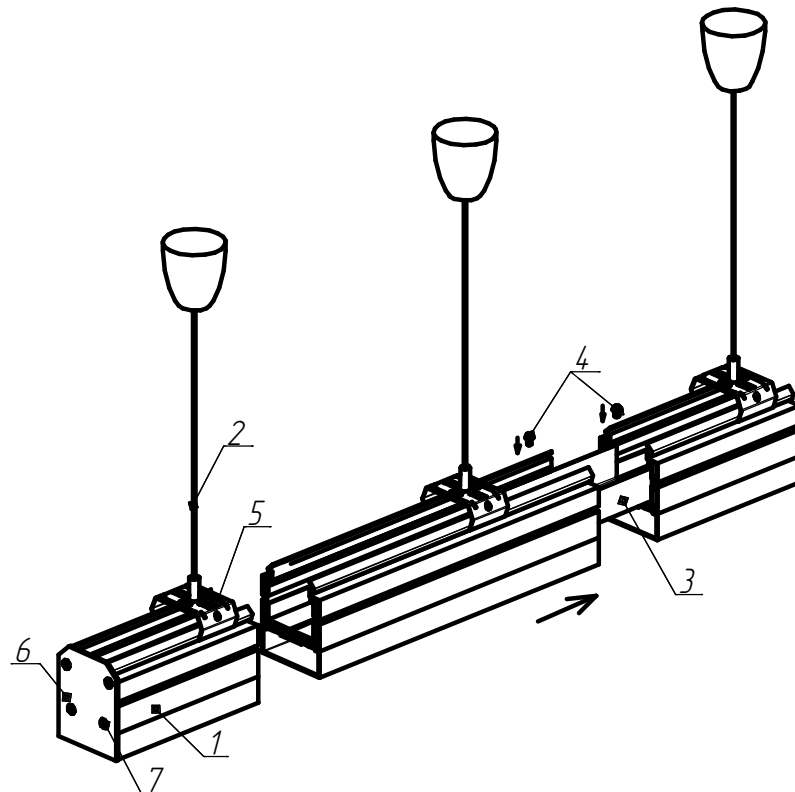
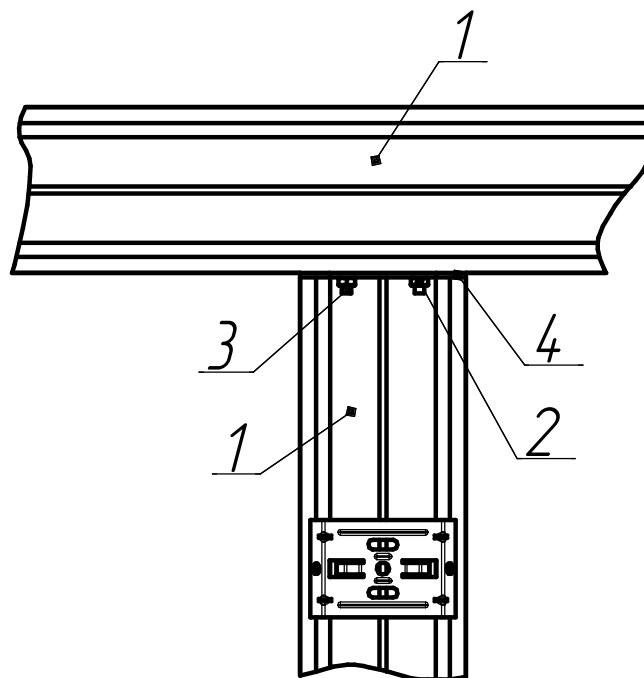

Рисунок 2 - Схема установки светильников в линию
Рисунок 3. - Г-образная схема установки светильников
6.3.3 Подвешенные светильники соединяются между собой соединительной скобой (поз. 3 рисунок 2) с саморезами (поз. 4 рисунок 2), либо с помощью комплекта для L-, T-, X- образного соединения (рисунок 3), которые поставляется отдельно. Схемы монтажа светильников показаны на рисунках 7-9.
1. Крышка торцевая (рисунок 2, поз.6)
2. Крышка торцевая для L-, T-, X- образного соединения (рисунок 3)
3. Скоба соединительная (для соединения в слинию, рисунок 2, поз. 3)
4. Троссовый подвес (рисунок 2, поз.2)